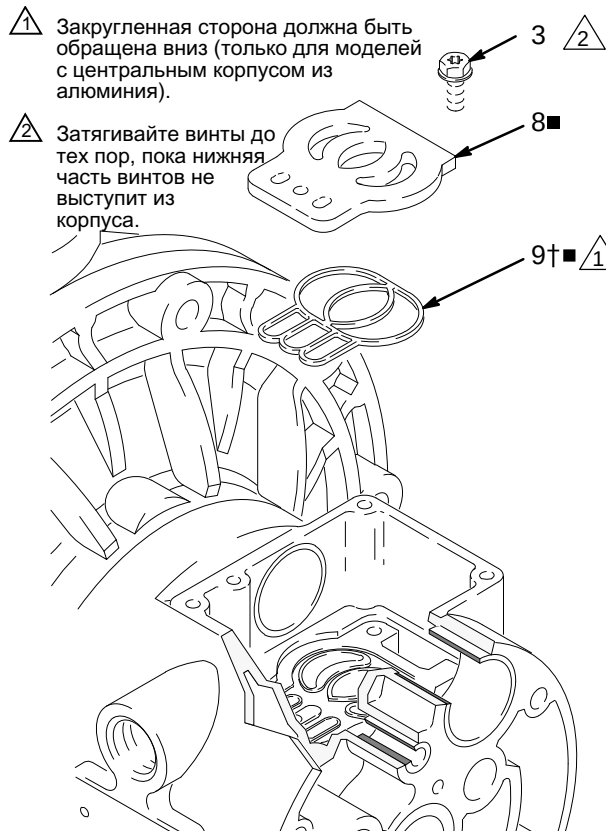

Рис. 9
5. Осмотрите пластину (8■), клапана, не снимая ее. Если пластина повреждена, выверните три винта (3) с помощью звездообразного ключа Torx (T20) или торцового ключа 7 мм (9/32 дюйма). Снимите пластину клапана (8■), в моделях с центральным корпусом из алюминия извлеките уплотнение (9). См. Рис. 9.
2. В моделях с центральным корпусом из алюминия вставьте уплотнение пластины клапана (9†■) в паз на нижней стороне углубления клапана. Закругленная сторона уплотнения должна быть обращена вниз в канавке. См. Рис. 9.
3. Установите пластину клапана (8■) в полость. В моделях с центральным корпусом из алюминия пластина является обоюдно, поэтому вверх может быть обращена любая сторона. Заверните три винта (3) с помощью звездообразного ключа Torx (T20) или торцового ключа 7 мм (9/32 дюйма). Затягивайте винты до тех пор, пока нижняя часть винтов не выступит из корпуса. См. Рис. 9.